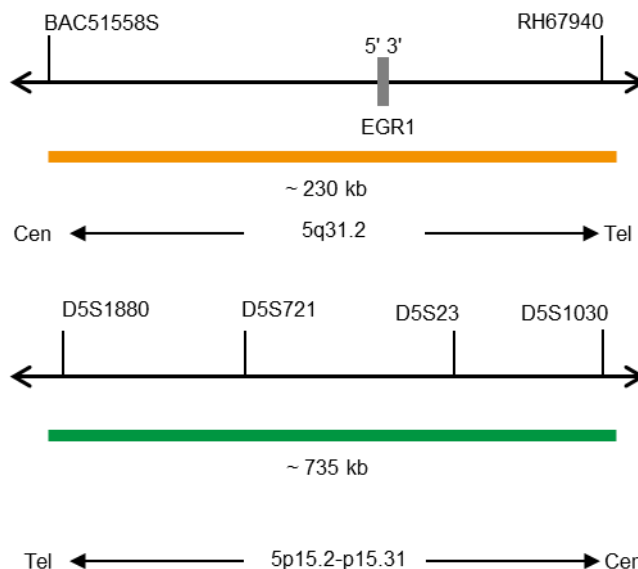

Abb. 1: Oben: SPEC EGR1 Sondenlokalisation; Unten: SPEC D5S23,D5S721 Sondenlokalisation (nicht maßstabsgetreu)
- ZyOrange (Anregung 547 nm/Emission 572 nm) markierten Polynukleotiden (~4,5 ng/μl), die gegen Sequenzen in 5q31.2* (chr5:137,667,079-137,897,109) gerichtet sind, welche die EGR1-Genregion enthalten (siehe Abb. 1).
- ZyGreen (Anregung 503 nm/Emission 528 nm) markierten Polynukleotiden (~10,0 ng/μl), die gegen Sequenzen in 5p15.2-p15.31* (chr5:9,233,775-9,967,465) gerichtet sind, welche den D5S23,D5S721-Locus enthalten (siehe Abb. 1).